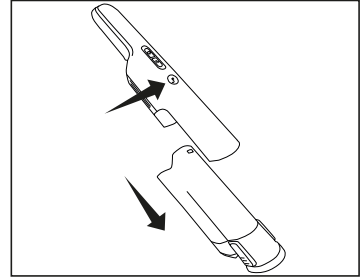

Fig. 1
1. Retirez le réservoir à poussière de l'aspirateur (Fig. 1).